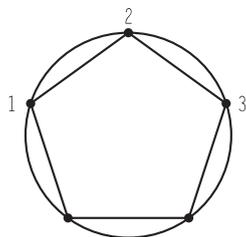

图 2-28 使用“三点”的方式绘制圆
(2) 使用“三点”的方式在正五边形的基础上绘制图 2-28 所示的圆。具体操作步骤如下: